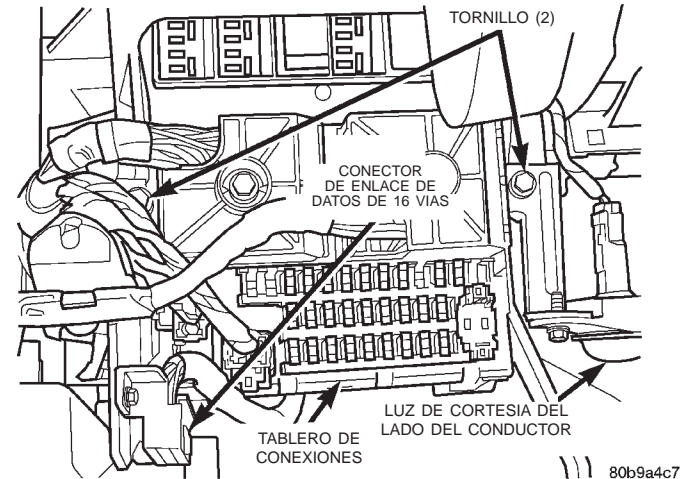

Fig. 7 Desmontaje e instalación del tablero de conexiones
(7) Retire los dos tornillos que fijan los conectores de mamparo de mazo de cables de la carrocería derecho e izquierdo en los receptáculos de los conectores cerca de la parte central del tablero de conexiones y desconecte los conectores.
(8) Retire los dos tornillos que fijan el tablero de conexiones al soporte de la columna de dirección del tablero de instrumentos (Fig. 7).
(9) Para desenganchar los dos collarines de presión que fijan la parte superior del tablero de conexiones en el soporte de apoyo de la columna de dirección del tablero de instrumentos, aferre firmemente la parte inferior del tablero de conexiones con ambas manos y empújelo con fuerza hacia abajo.
(10) Retire el tablero de conexiones del soporte de la columna de dirección del tablero de instrumentos.